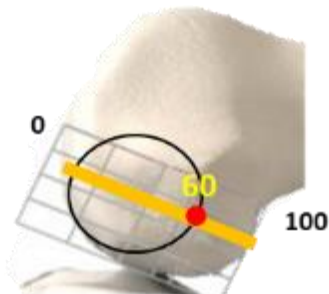

Figura 2
- En sentido anteroposterior, siendo anterior el número 0 y posterior el número 100 el punto isométrico se encuentra en 60 Figura 2.
\*Para identificar el 60% en el sentido anteroposterior se recomienda palpar en cirugía la referencia número 100 (posterior) de la figura 2.